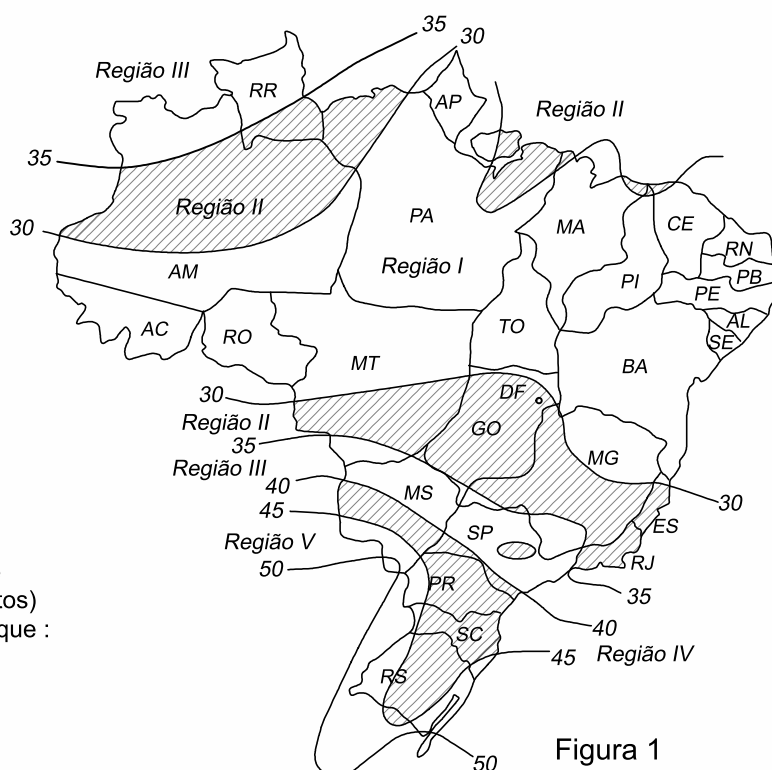

Figura 1
- Localização da edificação em relação às regiões eólicas (ver figura 1)
V_0 = Velocidade básica do vento, em m/s, dadas pelas isopletras (Figura 1);